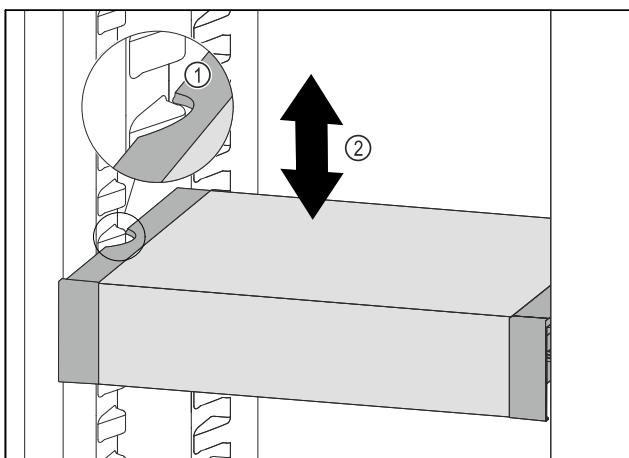

Fig. 120
- ▶ Тяните VarioSafe вперед, пока боковые выемки VarioSafe не окажутся на высоте выступа резервуара в холодильном отделении. Fig. 120 (1)
- ▶ Двигайте VarioSafe в холодильном отделении вверх или вниз, пока не будет достигнута требуемая высота. Fig. 120 (2)